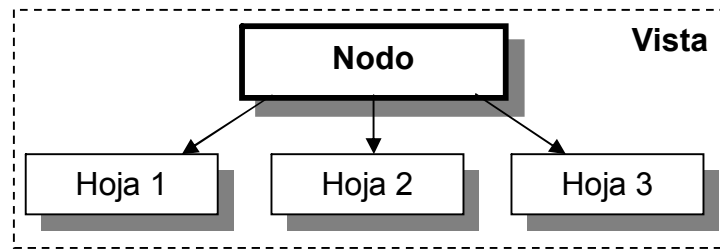

Figura III.3. Patrón de programación Composición (CP).
El diagrama a bloques del patrón de programación **Composición (CP)**, se muestra en la Figura III.3.